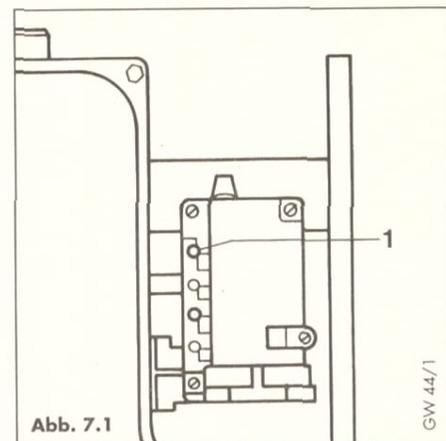

Abb. 7.1
- Dichtungsschraube des mit „P_E“ gekennzeichneten Anschlußdruck-Meßstutzens (1; Abb. 7.1) 2 bis 3 Umdrehungen lösen.
Legende zu Abb. 7.1